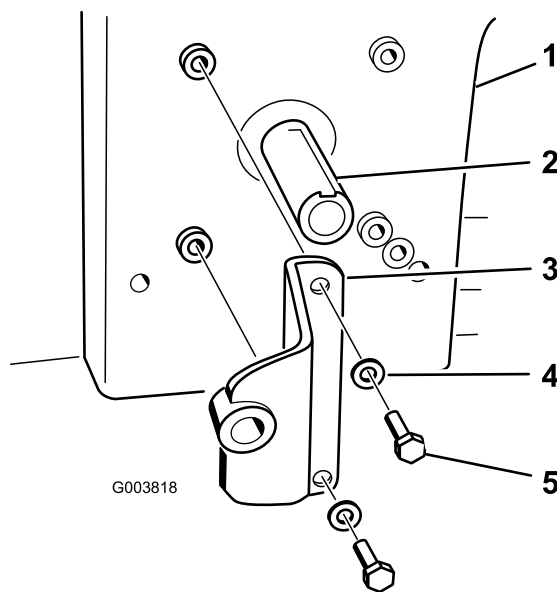

Figura 18
4. Instalai suportul pompei la motor cu 2 uruburi (5/16 x ¾ inch) i 2 aibe (3/8 inch). Consultați Figura 18 pentru poziția corectă de instalare a suportului pompei.